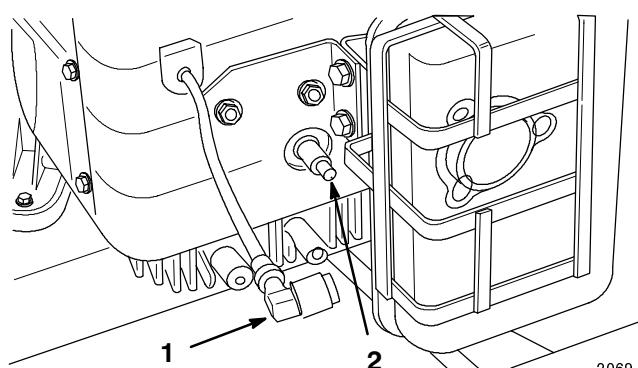

Figure 23
2. Débrancher le(s) fil(s) de la/des bougie(s) (Fig. 23). Nettoyer tout autour des bougies pour éviter que des saletés ne tombent dans le moteur et ne l'endommagent.
3. Reconnecter les fils des bougies (Fig. 23).